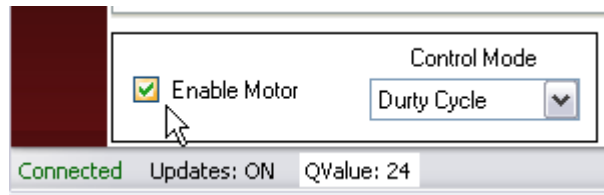

图 10. 启用电机
1. 在主标签页上，单击“Enable Motor”（启用电机）（请见图 10）。